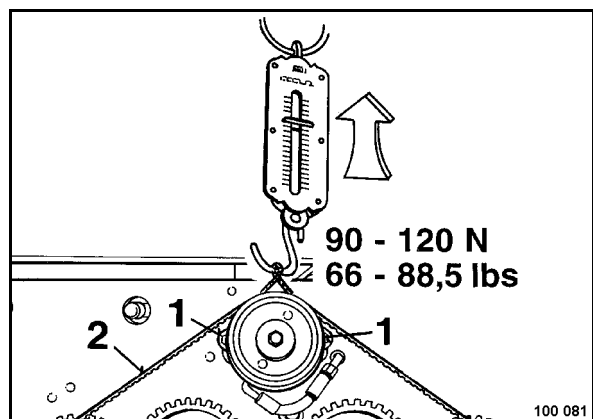

Fig. 66
- Aflojar dos tornillos de fijación 1 (Fig. 66) hacia el acoplamiento.